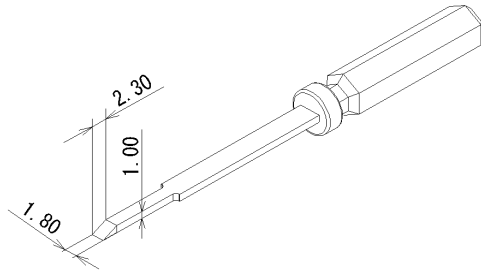

図7. フロントホルダ・カバー抜き治具(49YA000042)
- 1) カバー抜き治具(図7参照)を図9に示すロック部に挿入します。完全に突き当たるまで押し込んでください。
- 2) 抜き治具を矢印①方向に倒し、カバーロックを解除して下さい。ロックは3ヶ所あります。1ヶ所ずつ確実に解除して下さい。
- 3) カバーを矢印②方向に取外して下さい。
- 1) 下記に記すフロントホルダの解除位置 \diamond マーク (詳細)を確認し、フロントホルダ抜き治具(14頁 図7参照)をA部に差し込んで下さい。
- 2) 抜き治具を矢印①方向に動かして、フロントホルダを仮係止位置に移動させて下さい。